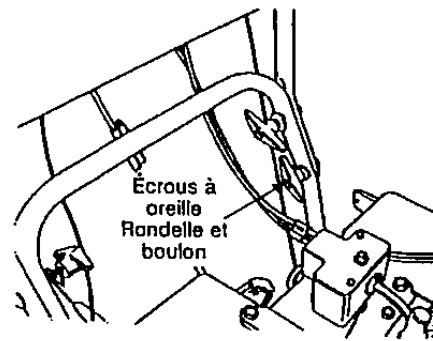

FIGURE 2
- Enlevez les deux écrous à oreilles en plastique, les deux rondelles creuses et les deux boulons ordinaires inférieurs de chaque côté du guidon inférieur. Voir la figure 2.